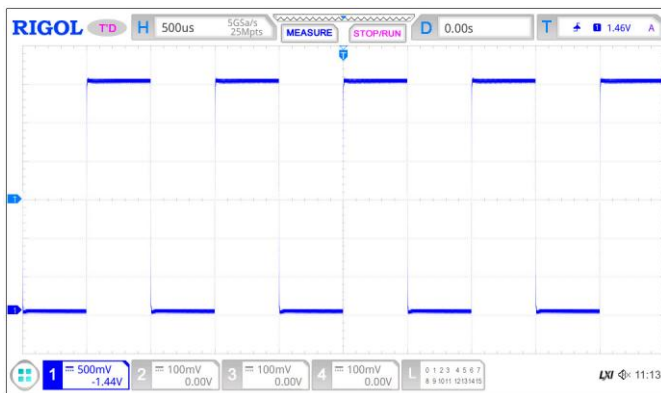

图 11 方波信号
5. 观察示波器显示屏上的波形，正常情况下应显示图 11 所示的方波信号。